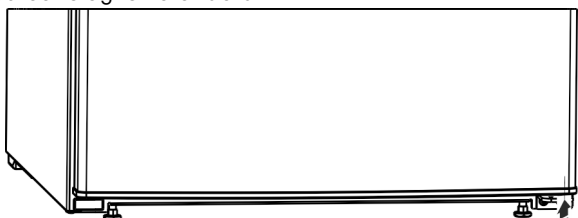

Fig. 26 *
- ▶ De afstandhouder Fig. 26 (13) weer rechtsonder in de deur terugplaatsen, omdat dit belangrijk is voor de stabiliteit van het apparaat.*